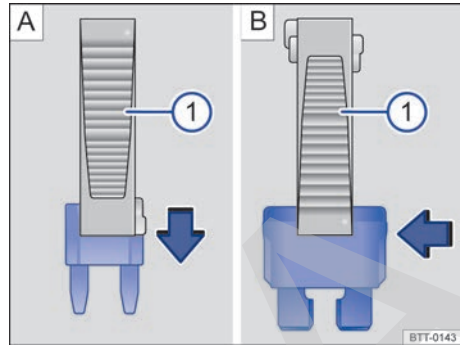

Fig. 169 Quitar o instalar un fusible con la garra de la pinza de plástico .
- De ser necesario, retire la pinza de plástico ⇒ fig. 169  del soporte. El soporte se encuentra en la parte trasera de la caja de fusibles cerca de la toma de diagnóstico.
- En caso de *fusibles pequeños*, encaje la garra  por arriba ⇒ fig. 169 A.
- En caso de *fusibles mayores*, empujar la garra  lateralmente sobre el fusible ⇒ fig. 169 B.